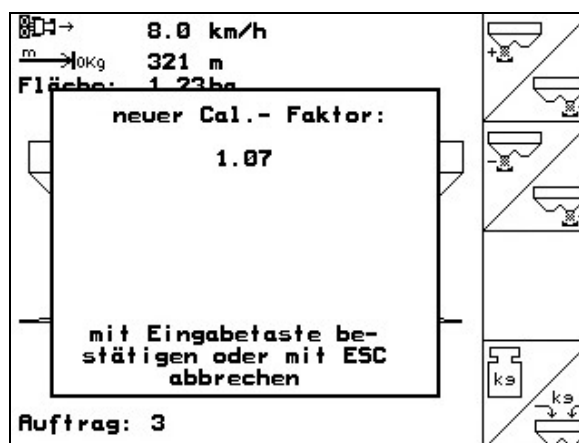

Fig. 28
7. Se mostrará el nuevo factor de calibración, que deberá confirmarse con , o descartarse con  (Fig. 28).